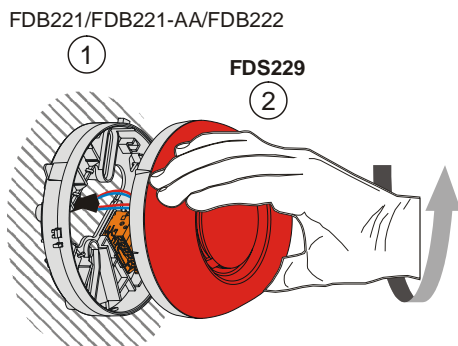

Fig. 1
2. Screw in the alarm sounder FDS229 into the detector base by hand until it snaps in (Fig. 1).
2. Drehen Sie den Alarntongeber FDS229 von Hand in den Meldersockel ein, bis er einrastet (Fig. 1).
2. Tourner le diffuseur sonore FDS229 à la main dans l'embase de détecteur jusqu'à ce qu'il s'encliquette (fig. 1).
- Enrosque la sirena de alarma FDS229 manualmente en el zócalo del detector hasta que esta encaje (Fig. 1).
- Avvitare manualmente la sirena d'allarme FDS229 nella base del rivelatore finché si arresta in posizione (Fig. 1).